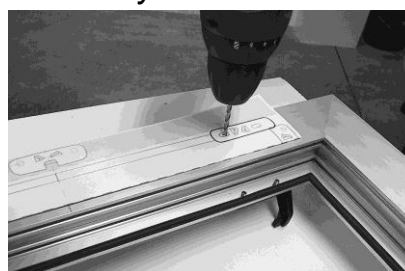

Рисунок 10
- d) Просверлите отверстия в раме в точках, указанных на шаблоне (Рис.10).